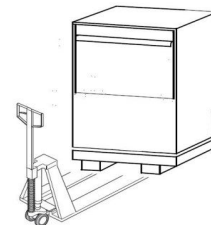

Fig.2
- 2- Levante el aparato con una carretilla elevadora. (Fig. 2)